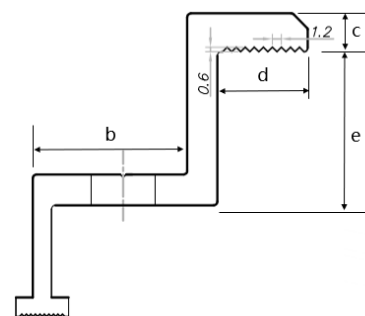

Figura 13 Diagramma della sezione trasversale del morsetto marginale
⑦ Per evitare che i moduli si stacchino dal dispositivo fisso dopo l'installazione, è consigliabile scegliere dei morsetti marginali e centrali e di metterli a contatto con il lato A del telaio con scanalature. Si consiglia di avere 9 modelli con uno spazio tra due modelli adiacenti di 1,2 mm e una profondità di 0,6 mm, come mostrato nella Figura 13.